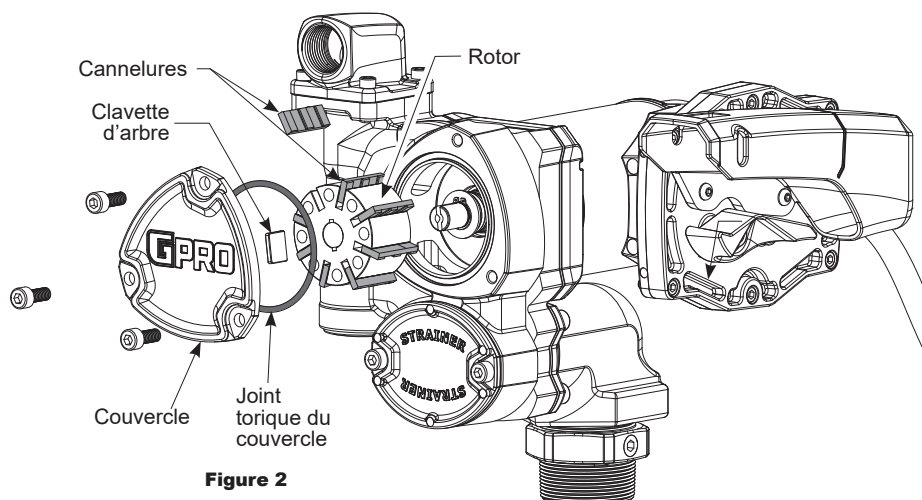

Figure 2
2. À l'aide d'une clé hexagonale de 6mm, enlevez le couvercle et le joint torique (voir figure 2).